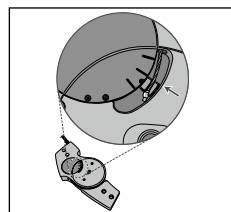

Fig. 10
16. Skyv satellittbryteren til automatisk posisjon (modus 1) (**se fig. 1**) og kontroller i funksjonsenheten på leddet om toppen av spakarmen har beveget seg og nå er parallell med sentermerket (**se fig. 10**).